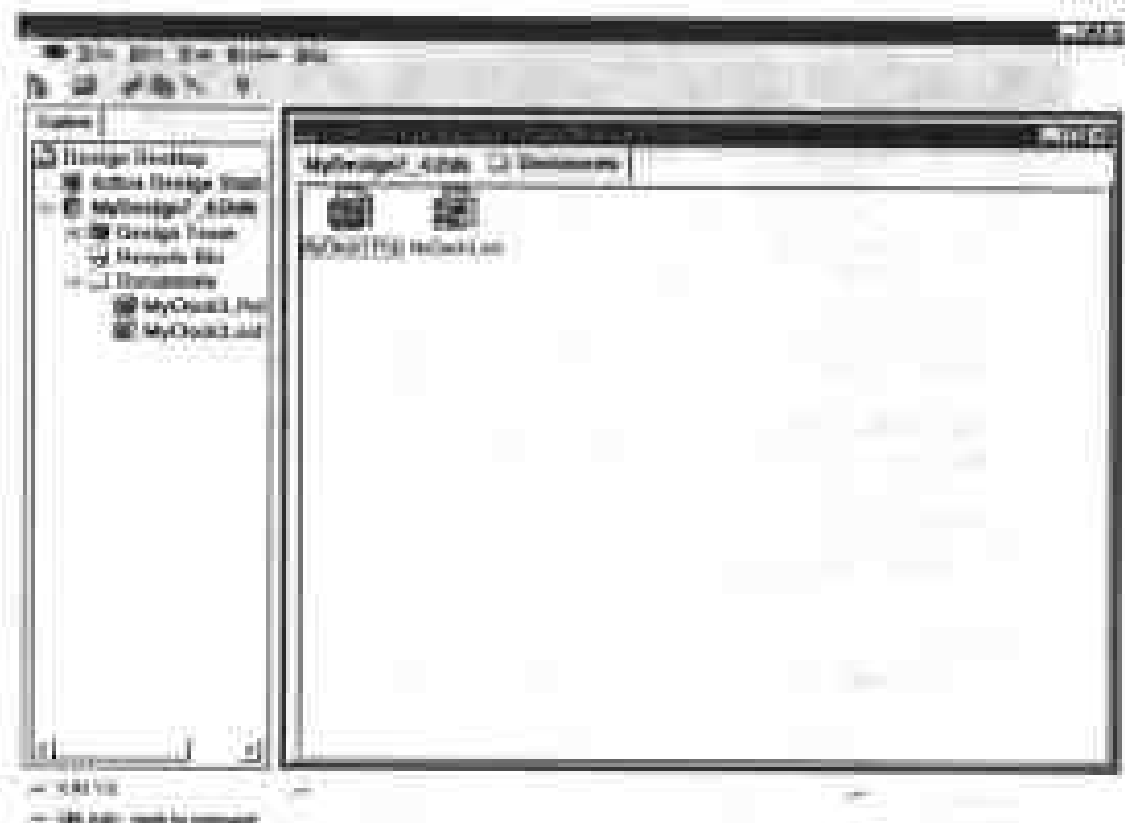

图 8-43 新的数据库 MyDesign8_4.Ddb 界面
(1) 进入 Protel 99 系统中，关闭所有打开的数据库，再创建一个新的数据库 MyDesign8_4.Ddb，然后在 MyDesign8_4.Ddb 的 Documents 文件夹中新建两个文件，一个是 MyClock3.sch，一个是 MyClock3.pcb，如图 8-43 所示。
(2) 用不同的窗口打开两个文件。在图 8-43 中 MyClock3.sch 文件的图标上单击鼠标